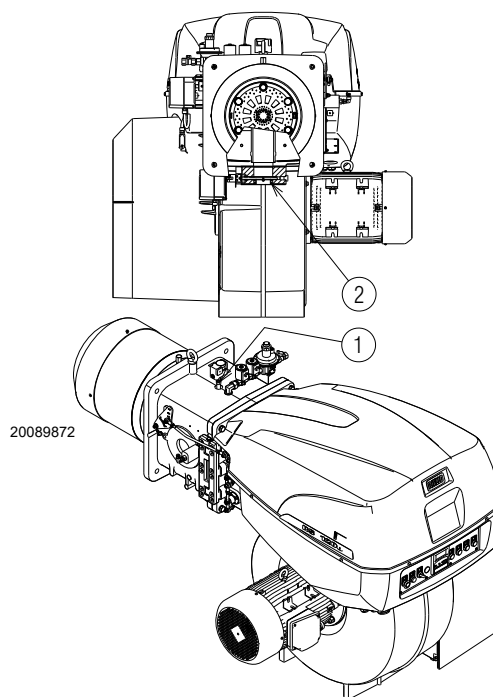

Fig. 21
Presión de gas en la toma 1)(Fig. 21 en la pág. 22), con:
Pérdida de carga válvula de mariposa del gas 2)(Fig. 21 en la pág. 22) con abertura máxima: 90°.
- restar a la presión del gas en la toma 1)(Fig. 21 en la pág. 22) la presión de la cámara de combustión.
Presión de gas en la toma 1)(Fig. 21) = 59,2 mbar
Para conocer la presión del gas necesaria en la toma 1)(Fig. 21), fijada la potencia máxima de modulación a la cual se desea que funcione el quemador:
- Leer a la derecha, columna 1, la presión en la toma 1)(Fig. 21).
presión necesaria para la toma 1)(Fig. 21).